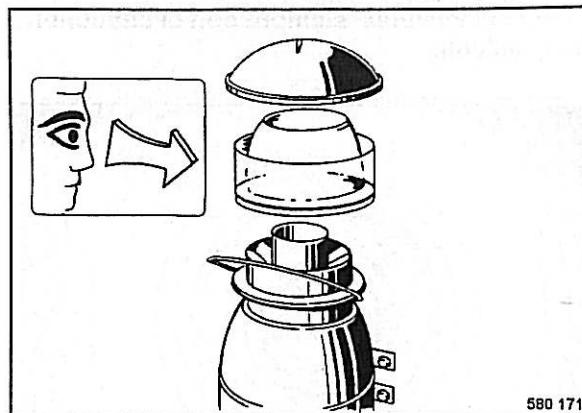

Fig. 74
- Al haberse acumulado el polvo hasta la marcación, soltar el estribo tensor (Fig. 74), retirar la tapa y limpiar el recipiente colector.